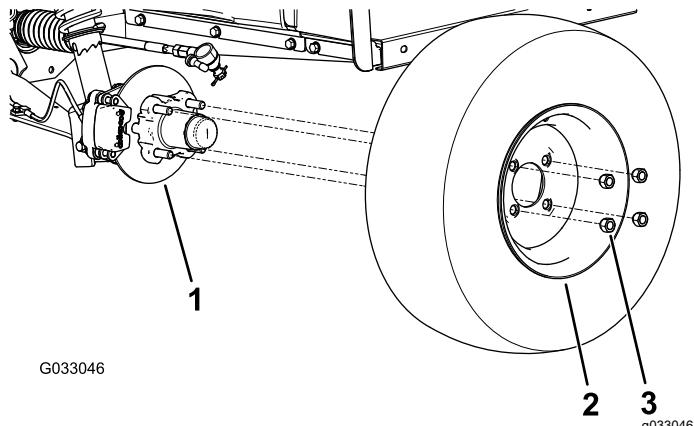

Figura 29
2. Retire las 4 tuercas que sujetan la rueda al cubo (Figura 29).
4. Alinee los orificios de la rueda con los espárragos del cubo y monte la rueda en el cubo con el vástago de la válvula hacia fuera (Figura 29).
5. Sujete la rueda al cubo usando las tuercas de las ruedas (Figura 29).